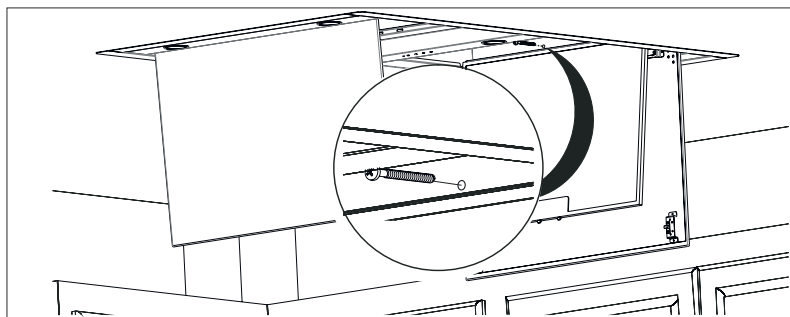

Fig. 16
11. Alternativt kan fläkten skruvas fast inifrån på sidorna med 5,5X60 skruvar (Fig. 16).